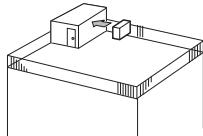

Fig. 2-4
- ① Oro išejimo angą įtaisykite pakreipdami link artimiausios sienos, maždaug 35 cm atstumu nuo jos. (Fig. 2-4)